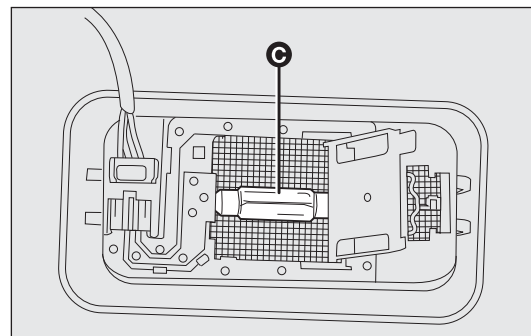

fig. 165
- ☐ sustituya la lámpara C-fig. 165 separándola de los contactos laterales; introduzca la nueva lámpara asegurándose de que la misma quede bloqueada correctamente entre los contactos;